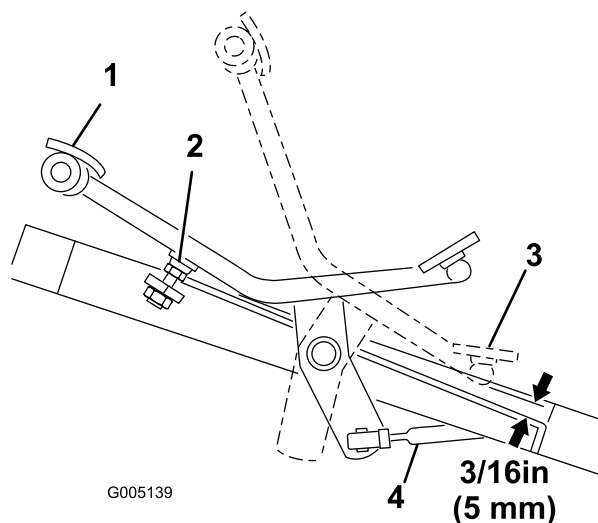

Bild 40
1. Drücken Sie das Fahrpedal ganz nach vorne durch, bis die Ventilschule im 5. Abschnitt vollständig herausgezogen ist. Dabei muss das Pedal den Pedalanschlag berühren (Bild 40).
2. Prüfen Sie die Entfernung zwischen der Unterseite des Pedals und dem Fußbrett, siehe Bild 40. Der Abstand sollte ungefähr 5 mm betragen. Sie müssen die Fahrstange einstellen, wenn der Abstand mehr oder weniger als 5 mm beträgt. Führen Sie folgende Schritte aus:
- Entfernen Sie die Klemmmutter und das Kugelgelenk, mit denen die Schaltstange (Bild 40) an der Fahrwellen-Schwenkplatte befestigt ist.